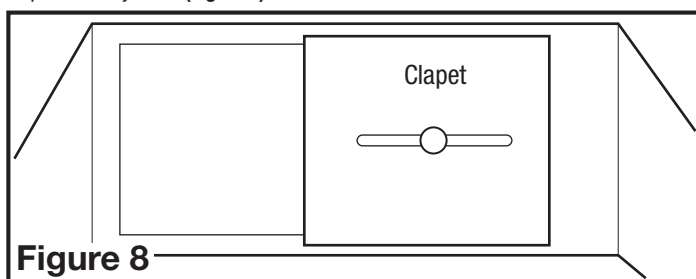

Figure 8
- 1a. **Kits d'alignement de 4 po :** Localisez l'amortisseur à l'intérieur du boîtier d'entrée et faites-le glisser pour couvrir ou découvrir autant de l'ouverture que nécessaire à l'équilibre du système (Figure 8).